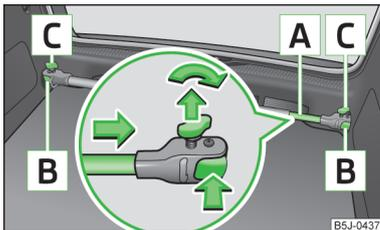

Fig. 72
- › Aflojar los tornillos de seguridad [C] » fig. 72 y sacarlos un poco, para que se desbloqueen así las fijaciones [B].